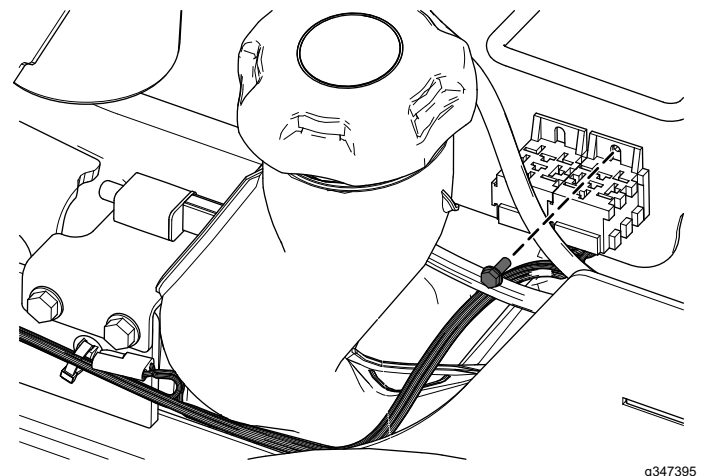

Figura 20
4. Fissate il cablaggio preassemblato accanto ai relè con la vite Taptite (Figura 20).